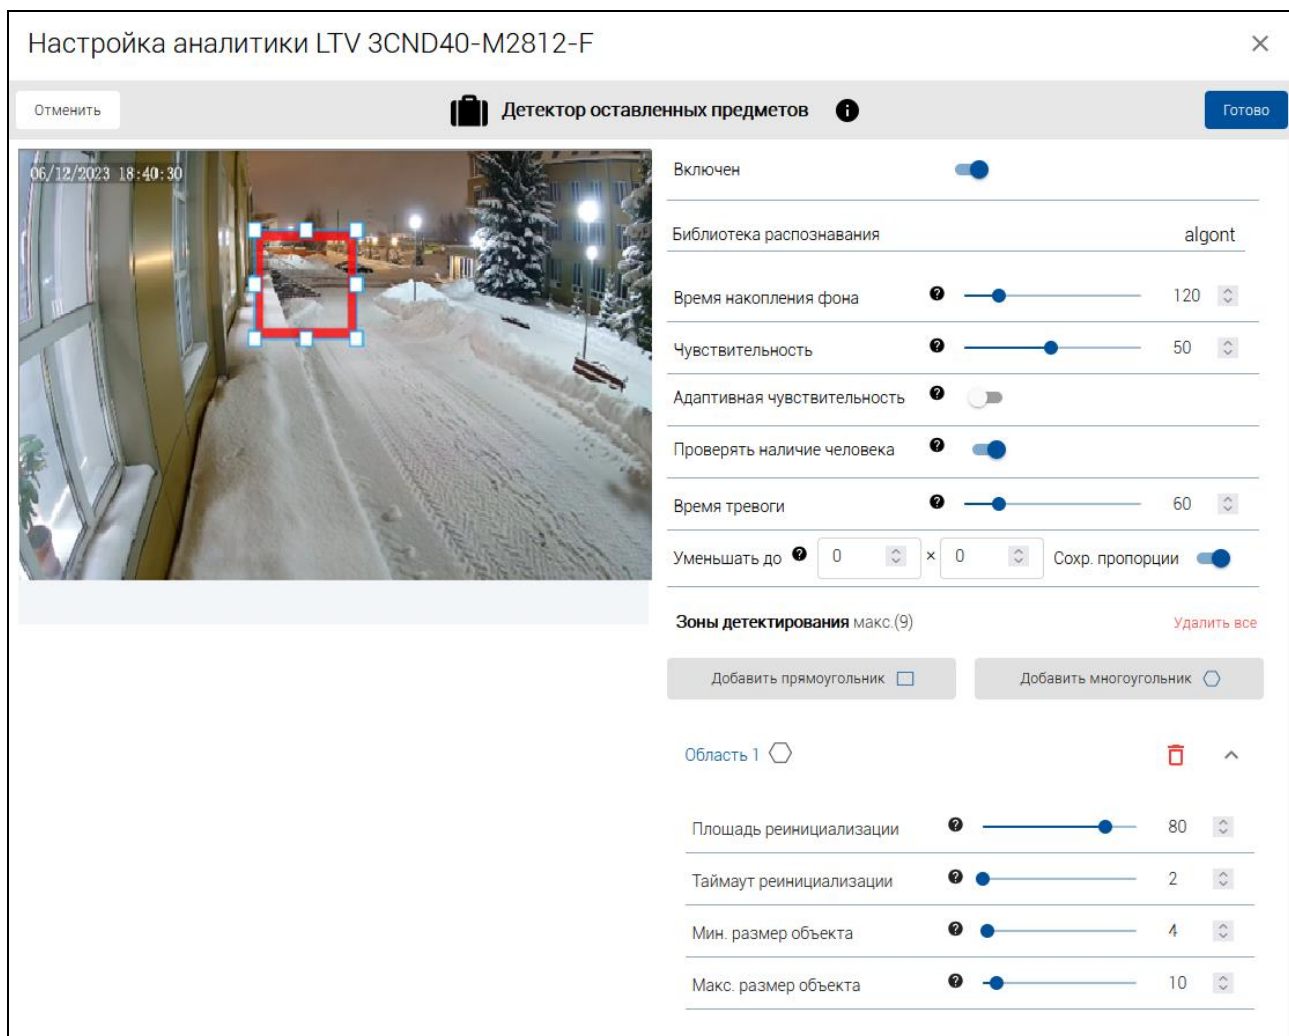

Рисунок 53 - Настройка детектора оставленных предметов
1) В списке детекторов выделить строку **Детектор оставленных предметов**, нажать на кнопку , откроется окно настройки (рис. 53).